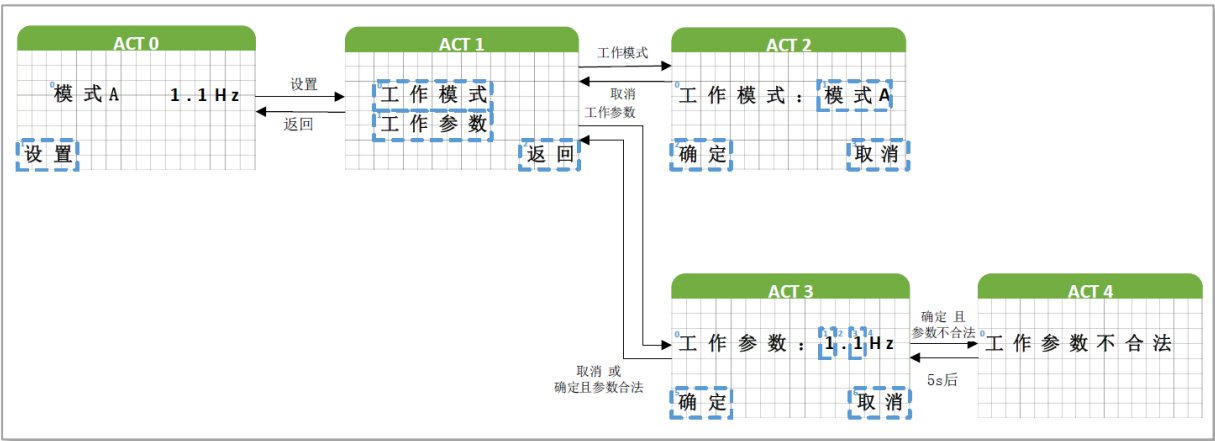

图 4-8 用状态机描述的人机界面功能逻辑
任务 4\_2 基本是单一画面的，任务 4\_3 则要求编程实现一个多画面、多层次菜单的用户操作界面实例。图 4-8 是该任务功能逻辑的简要描述。它借用类似有限状态机分析模型的形式，结合了屏显画面简图。要点说明如下：
- 2) 图 4-8 中各屏显画面简图上的虚线框, 用于表示该画面上光标可以逗留的位置;